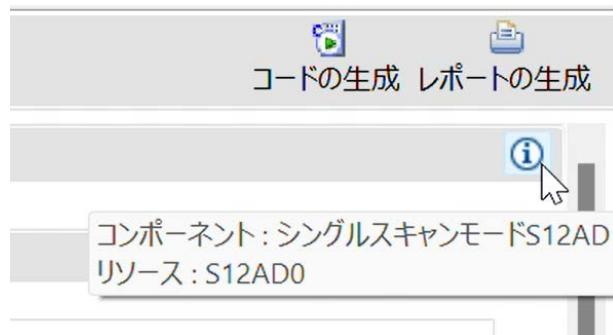

図 4-15 コンポーネントの情報アイコン
追加した CG コンポーネントの右上に情報アイコン [①] が表示され、コンポーネントとリソースの情報を確認できます。情報アイコンにカーソルを合わせると、図 4-15 のようなコンポーネントの情報が表示されます。